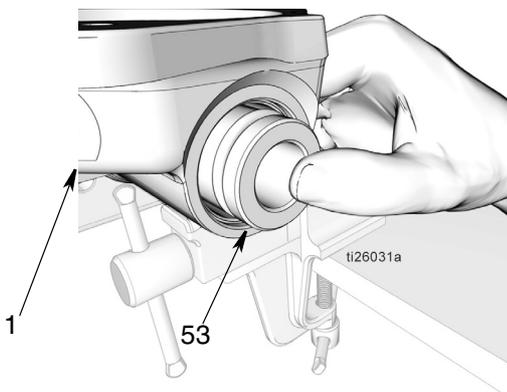

FIG. 45
- d. Utilizzare i pollici per premere la manica (53) nella base della pompa (1). Successivamente, utilizzando un'asta morbida, premere la manica completamente verso il basso, per quanto possibile (FIG. 45).